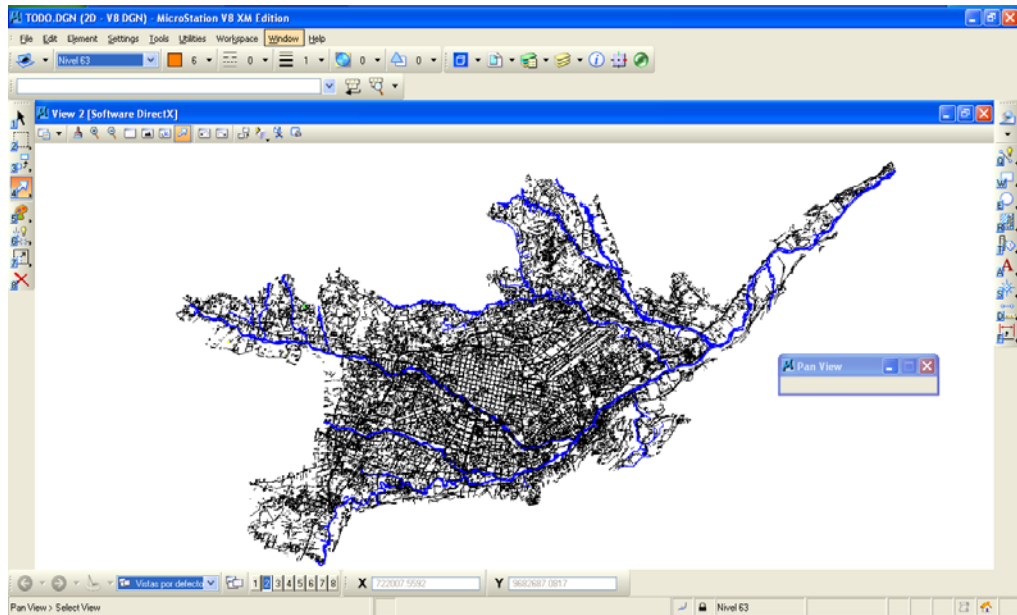

Figura 1.3: Ventana de microstation V8.3 ventana de comandos.
- **Ventana de comandos:** Es la ventana principal y va a ser el centro de operaciones, la cual está ilustrada en la figura 1.3.